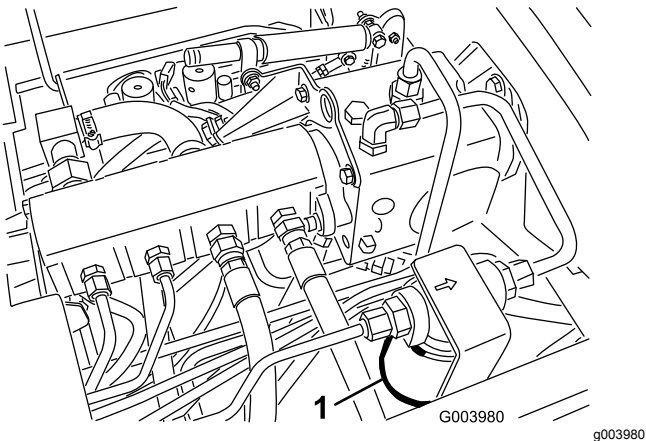
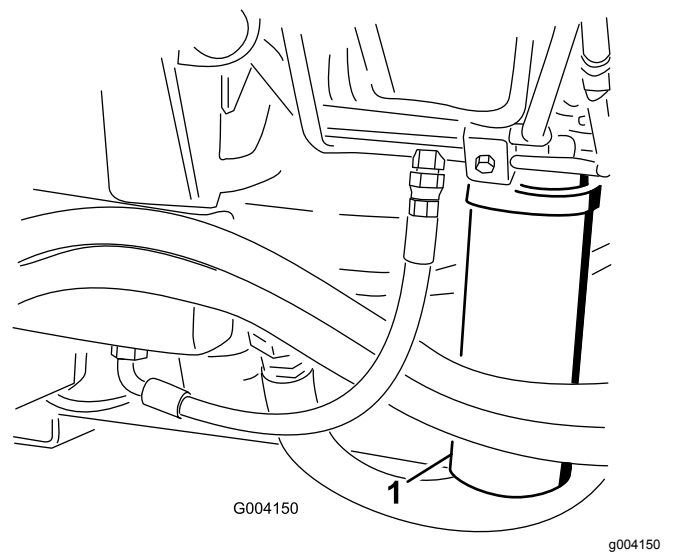

Bild 71
Bild 72
2. Reinigen Sie den Bereich um den Filterbefestigungsbereich und stellen eine Auffangwanne unter den Filter (Bild 71) und (Bild 72).